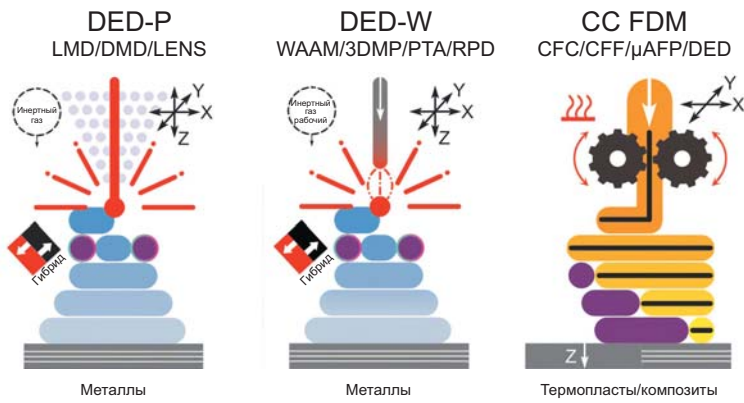

РИС. 5. ▲
- металлические (работающие с металлом) DED-P (рис. 5), DED-W (рис. 5–6) (консоли, порталы, робототехнические комплексы (РТК)). При этом съемная платформа построения может иметь различный вид геометрической фигуры при условии соблюдения допустимых отклонений формы плоских поверхностей;
- пластмассовая и композитная FDM/CFC (РТК) (см. рис. 5).